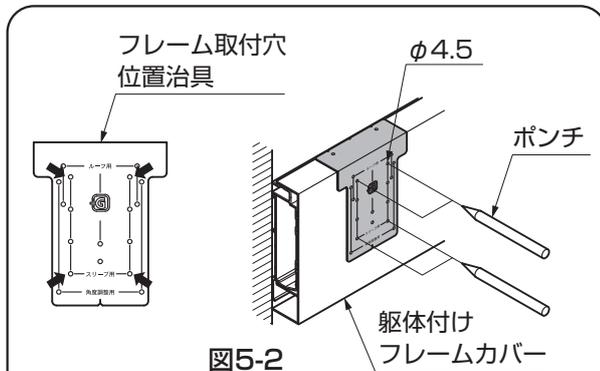

図5-2
- ① フレーム取付穴位置治具を躯体付けフレームカバーに当て、ケガキ、ドリルでφ4.5の穴をあけてください。(図5-2参照)
- ② スリーブを躯体付けフレームに【13-2】で取付けてください。
- ③ フレームをスリーブに【13-1】、フレーム取付金具で取付けてください。